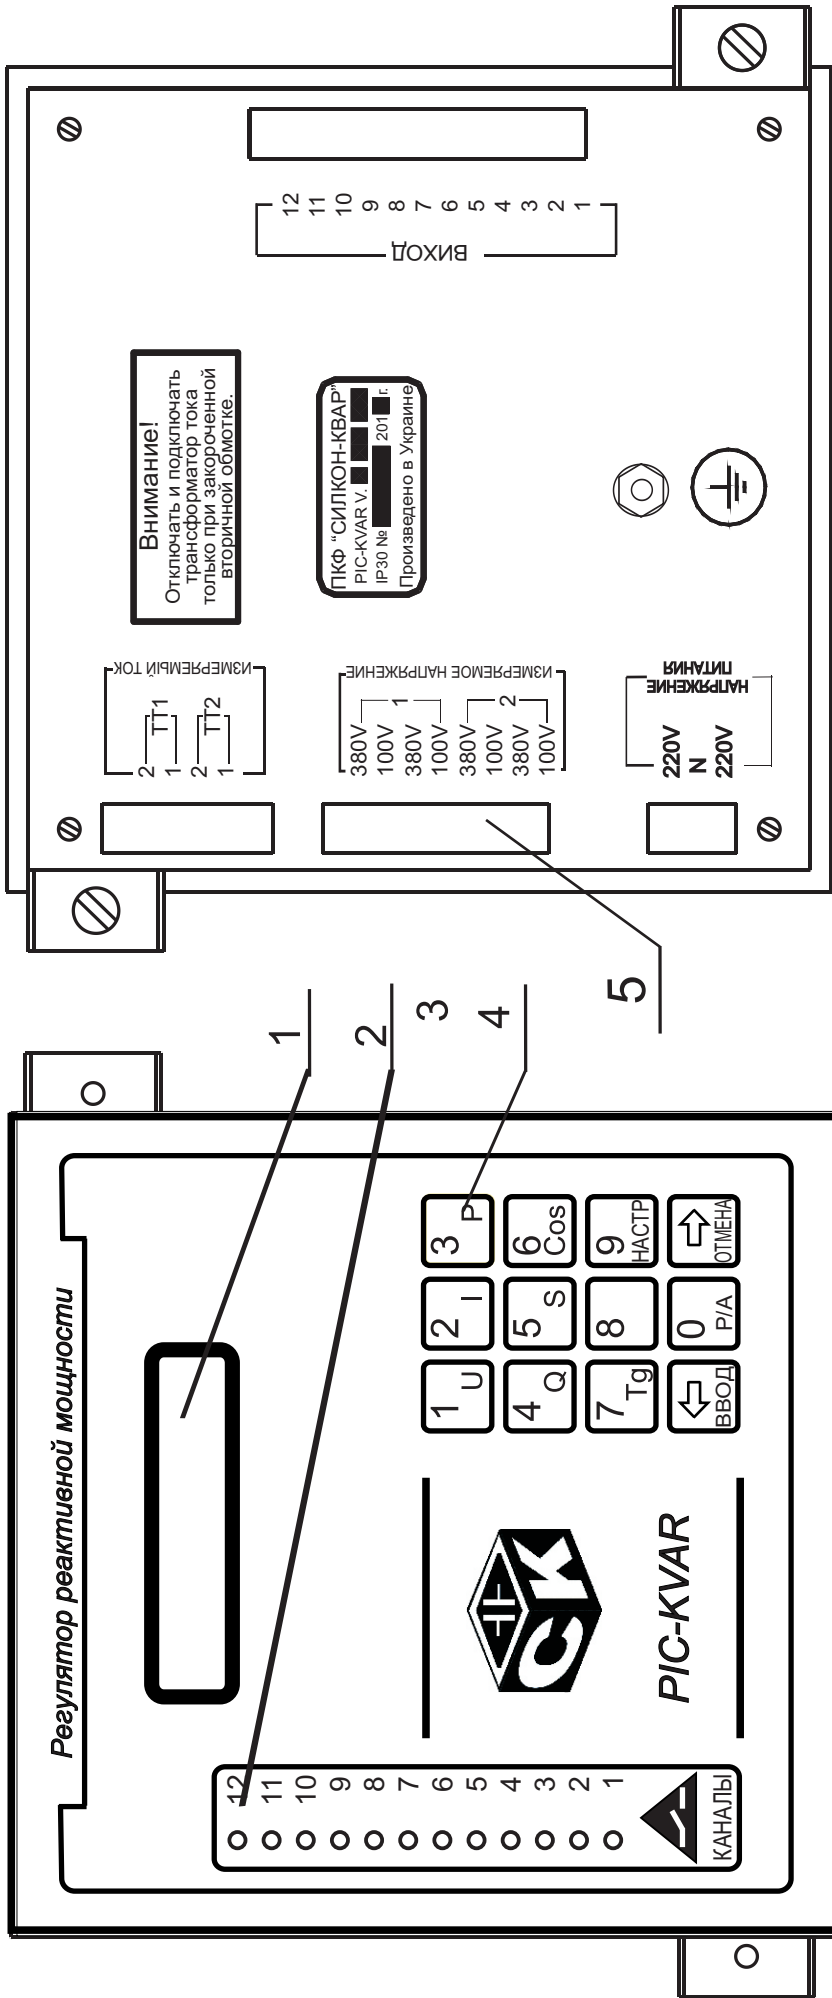

Рис. 1
2.2.2. Внешний вид PIC-KVAR приведен на рис.1. На передней панели прибора размещены: